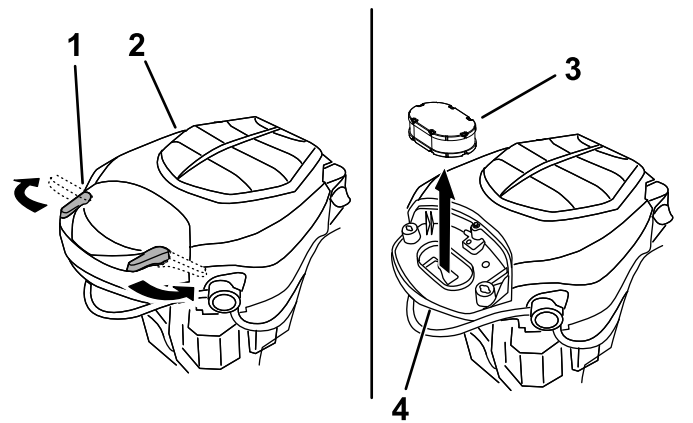

Figura 31
3. Instale la tapa y sujétela con los enganches (Figura 31).